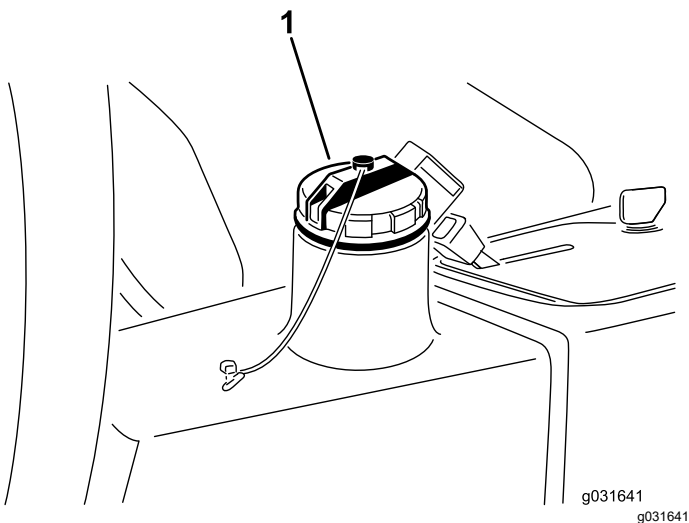

Bild 67
4. Füllen Sie den Behälter (Bild 67) mit ca. 13,2 Liter Hydrauliköl, siehe Hydrauliköl – technische Angaben \(Seite 58\) und Prüfen des Hydraulikölstands \(Seite 59\).